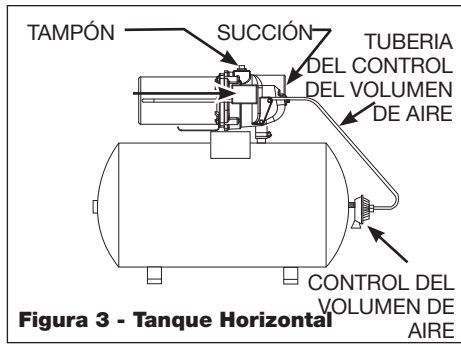

Figura 3 - Tanque Horizontal
- Retire el tapón para cebar (Figura 3 en la página 26).